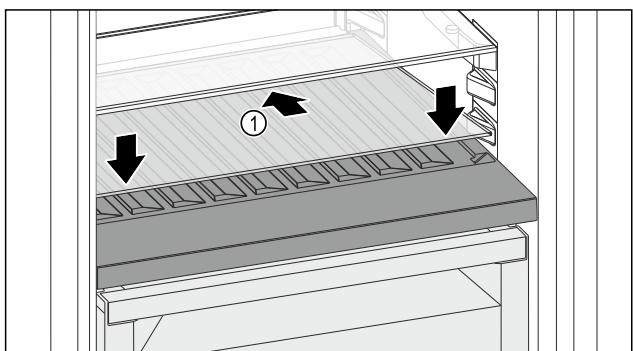

Fig. 142
- ▶ 向后下方倾斜放置玻璃隔板 Fig. 142 (1)。
- ▶ 放低玻璃隔板 Fig. 142 (1) 前部。